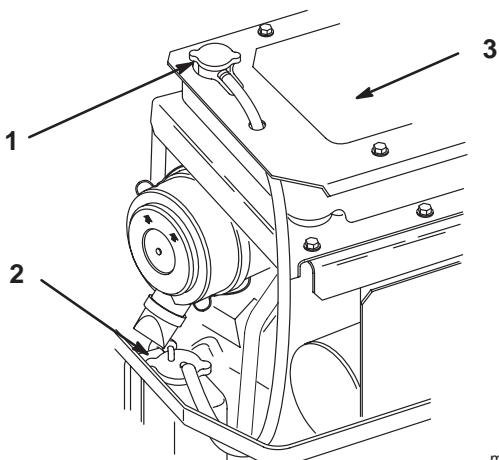

Figure 40
3. Lorsque le moteur est froid, retirez le bouchon du radiateur (Fig. 40).
6. Au besoin, ajoutez un mélange de refroidissement 50/50 dans la cuve de trop-plein jusqu'au trait de repère (Fig. 40).
6. Retirez les débris accumulés sur le faisceau du radiateur et sur le moteur (Fig. 40).